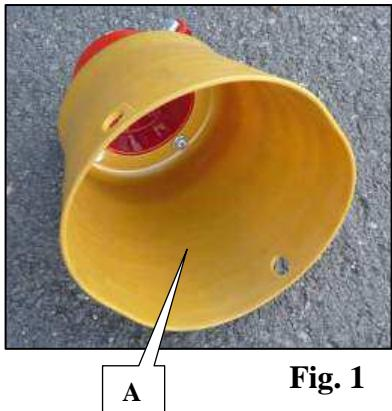

Fig. 1
Tijdens het werk zorgen dat de overbrengingshoek maximaal 25° is (fig. 1). Indien men deze maximale hoek niet respecteert, kan dat leiden tot voortijdige slijtage en beschadiging.
1. démontez la transmission et le carter de transmission (fig. 1, A)